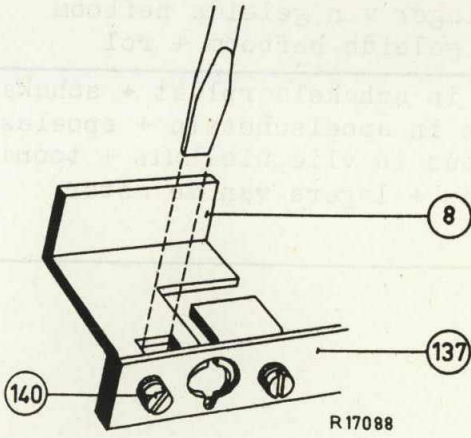

Fig.8
De kracht welke nodig is om de lip, waarop het remschijfje bevestigd is, van de spoelschotel af te lichten, zodat laatstgenoemde draaien gaat moet liggen tussen 450 - 550 gr. Dit laatste gemeten vlak onder het remblokje (eventueel instelbaar door het slobgat in de beugel 168(8) meer of minder voorspanning te geven). (zie fig. 8)